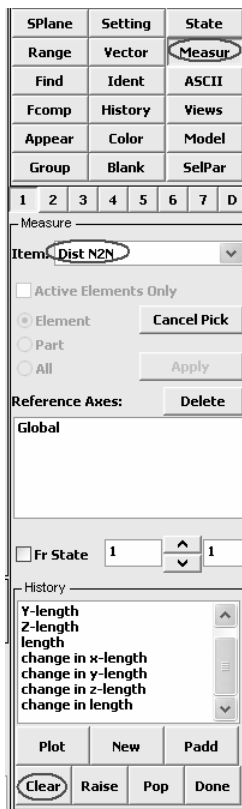
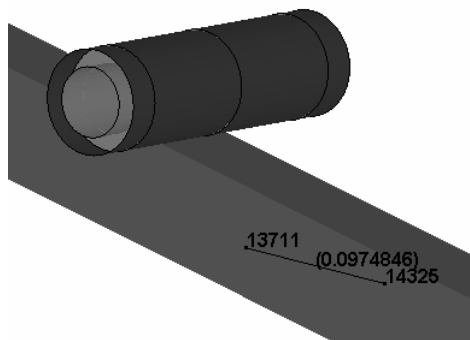
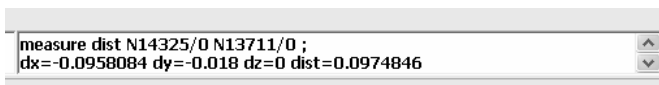

图 8-17 测量工具
图 8-18 两节点之间的距离
图 8-19 状态栏中显示两节点之间的距离
(4) 单击操作界面右侧的“Measur”(见图 8-17), 然后在“Item:”后的方框中选择“Dist N2N”, 接着用鼠标左键随便在图形窗口中的方管上单击选中两点(节点)。这两点之间的距离便显示在图中(如图 8-18 所示, 在操作界面最下方的状态栏中也有显示, 见图 8-19)。单击“Clear”按钮(见图 8-17)可以清除选中的节点。